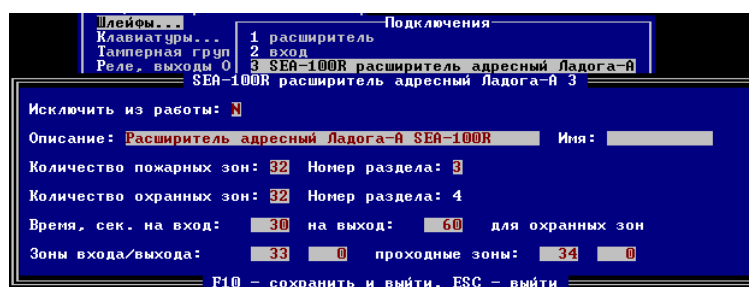

Рис. 29. Настройка расширителя извещателей Ладога-А
2.2.3.3.2 Для расширителя Ладога-А задается «Количество пожарных зон» и «Количество охранных зон». Расширитель занимает в конфигурации ППКОП два смежных раздела, нечетный для пожарных и четный для охранных извещателей, как показано на рис. 29.